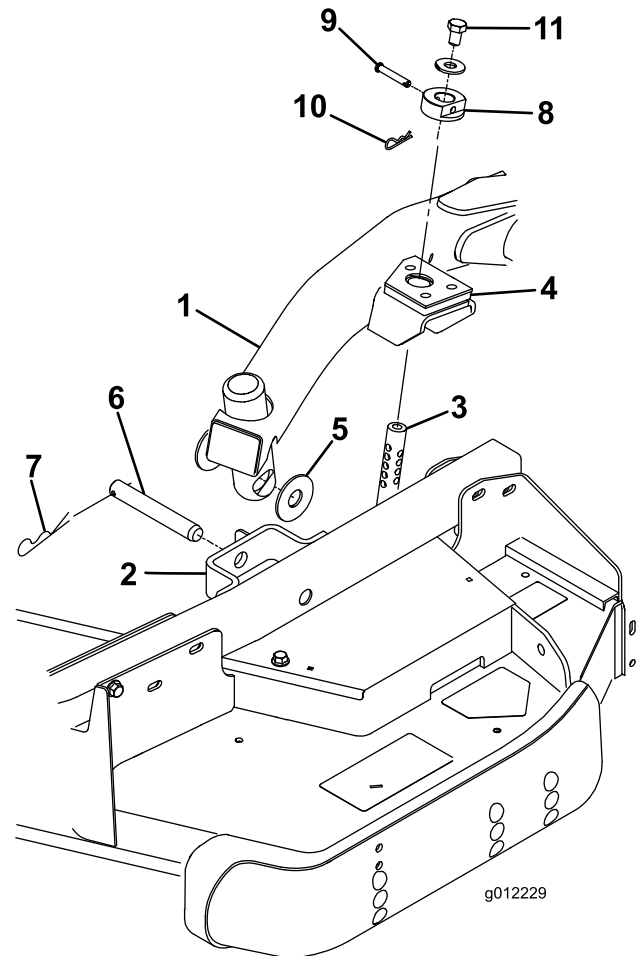

Bild 24
4. Stellen Sie den Hubhebel auf die SCHWEBEN-Stellung. Drücken Sie einen Hubarm nach unten, bis die Löcher im Hubarm mit den Löchern in der Laufradarmhalterung ausgefluchtet sind, und die Schnitthöhenstange in die Hubarmpolster eingesetzt werden kann (Bild 24).
5. Befestigen Sie den Hubarm mit zwei Druckscheiben, einem Lastösenbolzen und einem Splint am Laufradarm. Setzen Sie die Druckscheiben zwischen den Hubarm und die Halterung des Laufradarms (**Bild 24**) und setzen Sie das Ende des Splints in den Schlitz in der Nase des Laufradarms ein, um den Splint zu befestigen.
9. Befestigen Sie die Schnitthöhenstellringe an den Schnitthöhenstangen und befestigen sie mit den Lastösenbolzen und den Splints (**Bild 24**).
10. Setzen Sie oben auf jeder Schnitthöhenstange eine Schraube ($\frac{1}{2}$ " x $\frac{3}{4}$ ") und eine Scheibe ein (**Bild 24**).